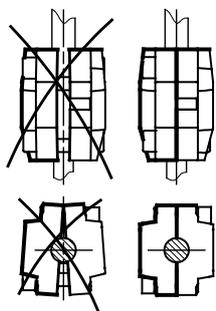

Рис. 5 Зазоры между полумуфтами (10а)
14. Придержите вал и муфту в этом положении и подтяните четыре винта в муфте (9) по диагонали с требуемым крутящим моментом. См. раздел 2. *Моменты затяжки и смазочные материалы*. Убедитесь в том, что зазоры с обеих сторон полумуфт (10а) одинаковые. См. рис. 5.
15. Зафиксируйте кольцо тремя установленными винтами (113).
16. Затяните винты (113) с моментом 2,5 Нм.
18. Установите на прежнее место защитный кожух муфты (7) и винты (7а).